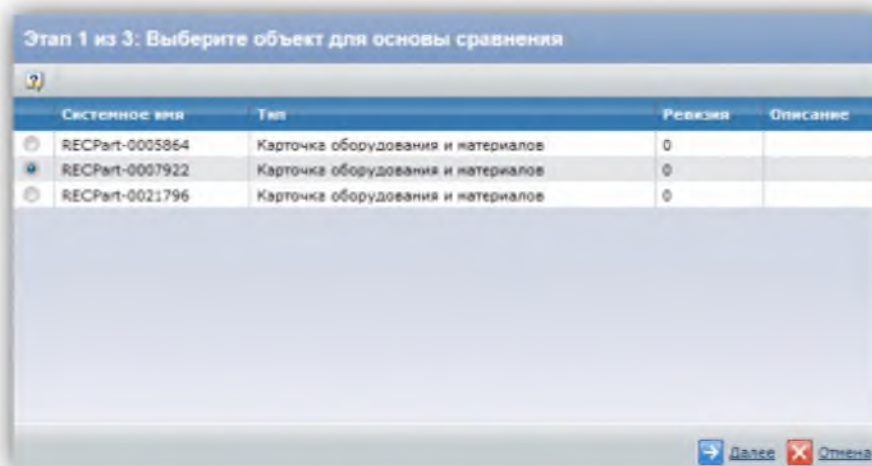

Рисунок 4.6.4.1 – Окно выбора объекта, относительно которого планируется проводить сравнение
4.6.4 В новом окне выберите объект, на основе которого будет проводиться сравнение и нажмите «Далее» (рисунок 4.6.4.1).